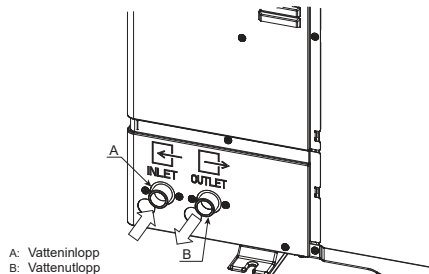

Fig. 6-1
6.1. Anslutning för vattenrör (Fig. 6-1)
- Läget för inlopps- och utloppsrör visas i Fig. 6-1.